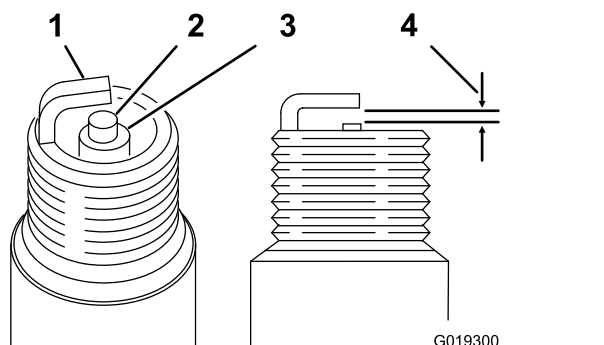

Figura 32
**Folga:** 0,70 a 0,80 mm; consulte Figura 32
- Defina a folga para 0,70 a 0,80 mm como se mostra na Figura 32.